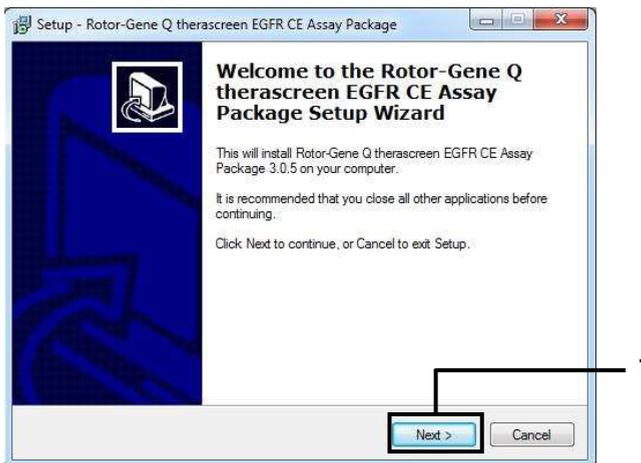

Abbildung 41. Das Dialogfeld „Setup Wizard“ (Einrichtungsassistent); 1 = „Next“ (Weiter)
4. Klicken Sie auf Next (Weiter), um fortzufahren (Abbildung 41).